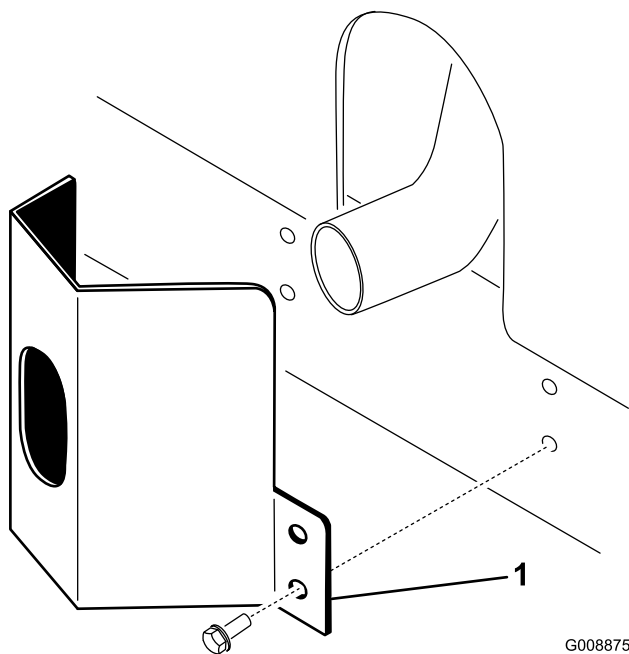

Bild 36
1. Positionieren Sie das Auspuffschutzblech um den Schalldämpfer, während Sie gleichzeitig die Befestigungslöcher auf die im Rahmen abstimmen (**Bild 36**).
2. Befestigen Sie das Auspuffschutzblech mit vier Blechschrauben am Rahmen (Bild 36).